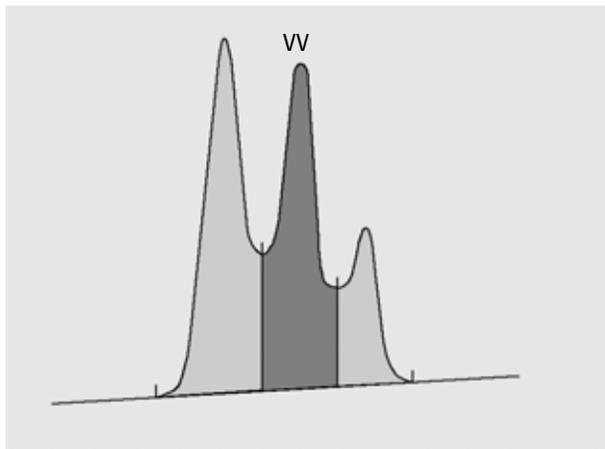

図 25 谷 - 谷ピークの内積測定
- 谷 - 谷 (VV) ピークの場合には、102 ページ 図 図 25 のように、チェックマークからの垂直のドロップラインで区切られた、ベースライン上の面積になります。